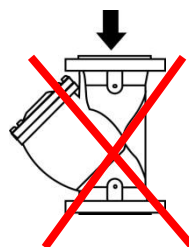
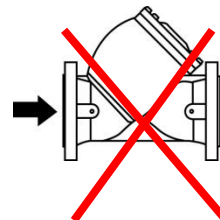

рис.3
рис.4
**ДРУГИЕ ПРОСТРАНСТВЕННЫЕ ПОЛОЖЕНИЯ НЕ ДОПУСКАЮТСЯ!** (рис. 3 и рис. 4)